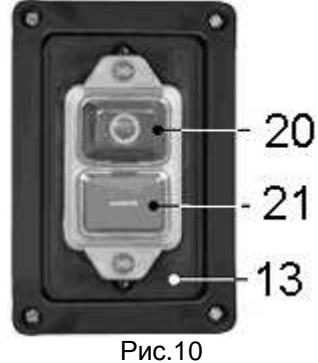

Рис.10
**9.1. Действие магнитного пускателя, Рис. 10**